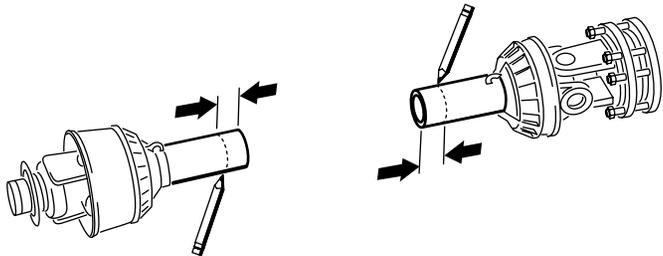
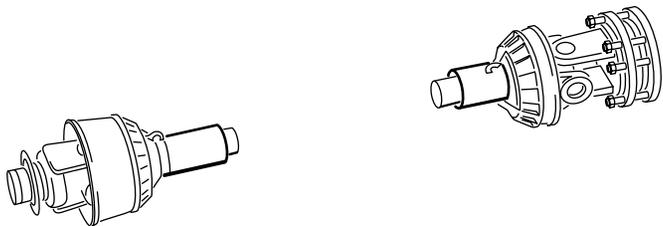

图 20
图 21
14. 使用在步骤 11 中确定的尺寸找到、标记并截短安全护罩露出轴管图 20和图 21。